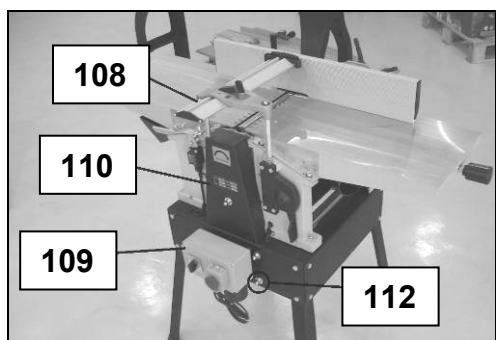
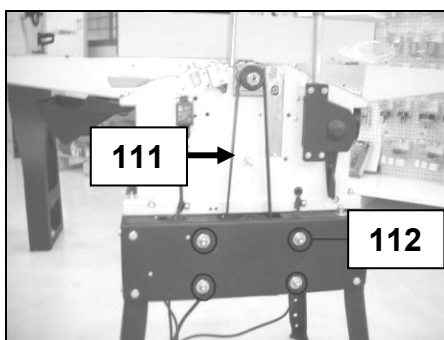

Fig 77
Fig 78
- Remontez le protecteur d'arbre (108) au maximum (Fig 77).
- Démontez le boîtier de commande électrique (109).
- Dévissez et ôtez le carter de protection (110).
- Vérifier la tension de la courroie (111) en appliquant une pression du doigt sur celle-ci: elle doit s'écarter de sa position initiale de 15 à 20 mm au maximum (Fig 78).
- Réglez la tension si nécessaire en desserrant les 4 écrous à tête bombée (112):
- Resserrer les 4 écrous (112), remettez et fixez le carter de protection (110) et le boîtier électrique (109), puis abaissez le protecteur d'arbre (108) en position initiale.